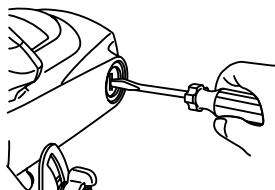
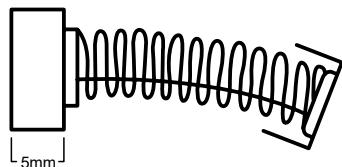

FIGURA 9.1
FIGURA 9.2
- Para inspeccionarlo, use un destornillador para retirar las tapas de los portaescobillas cuando estén accesible (figura 9.1). Sustitúyalas cuando estén con desgaste que imposibilite el funcionamiento del producto o 5mm, conforme figura 9.2. A seguir cierre las tapas de los portaescobillas.